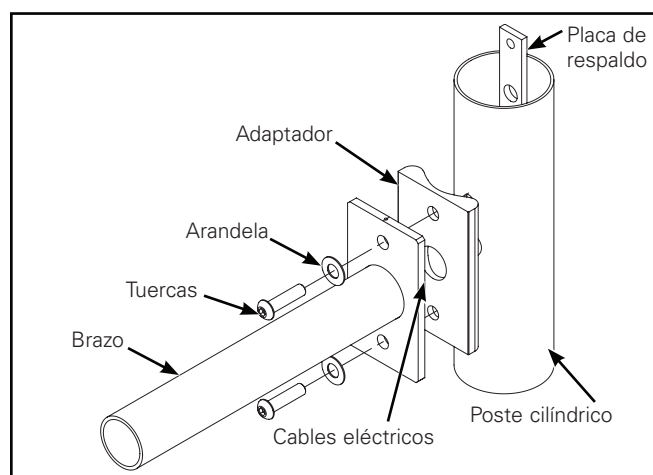

Figura 8.
Brazo recto (Figura 8.)
2. Solo para postes redondos: instale el adaptador de la placa redonda con el lado curvo hacia el poste (Figura 8). Alinee los orificios superior e inferior.